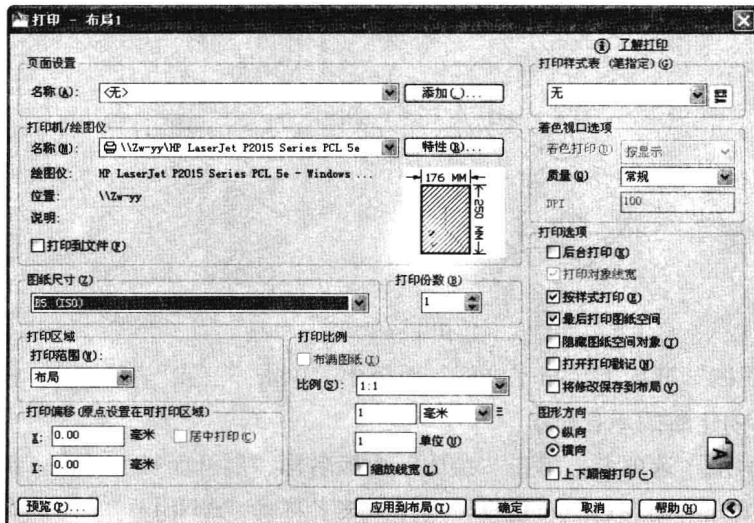

图 11-2-25
(1) 在状态栏中单击“模型”切换空间按钮，进入图纸空间，在界面顶端快速访问工具栏中，单击“打印”按钮，打开“打印”对话框，选择打印机，图纸尺寸选择 B5，如图 11-2-25 所示，依次单击“应用到布局”和“取消”按钮。